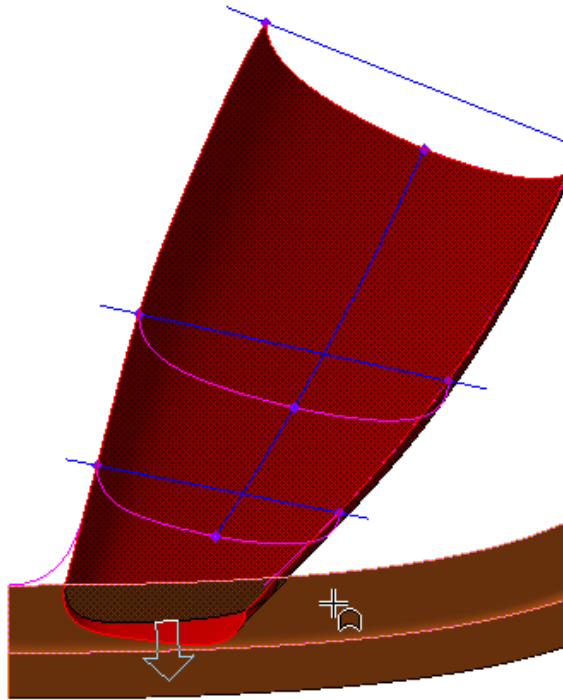

Рисунок 46.
- Убедитесь, что указатель направлен вниз. При необходимости с помощью кнопки Сменить направление усечения  измените направление (рис.46).